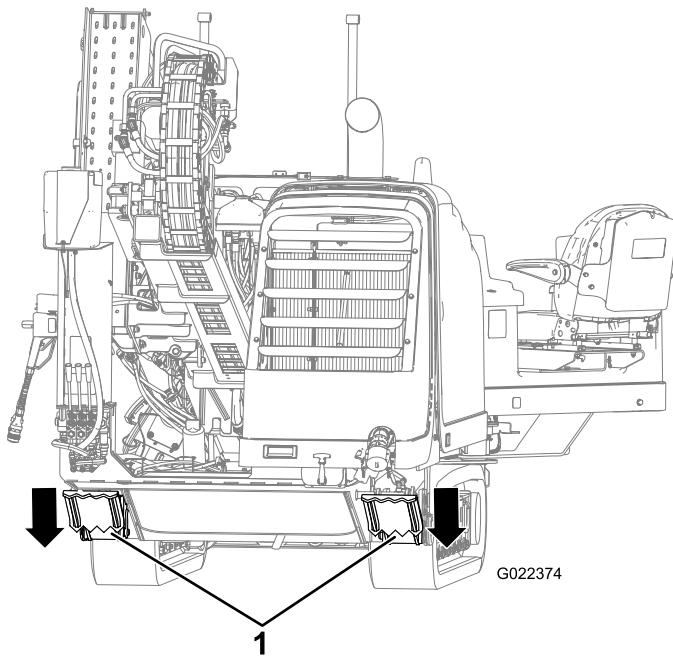

Figura 45
5. Baje los estabilizadores traseros hasta que descansen firmemente en el suelo, o hasta que obtenga el ángulo de entrada deseada (Figura 45).